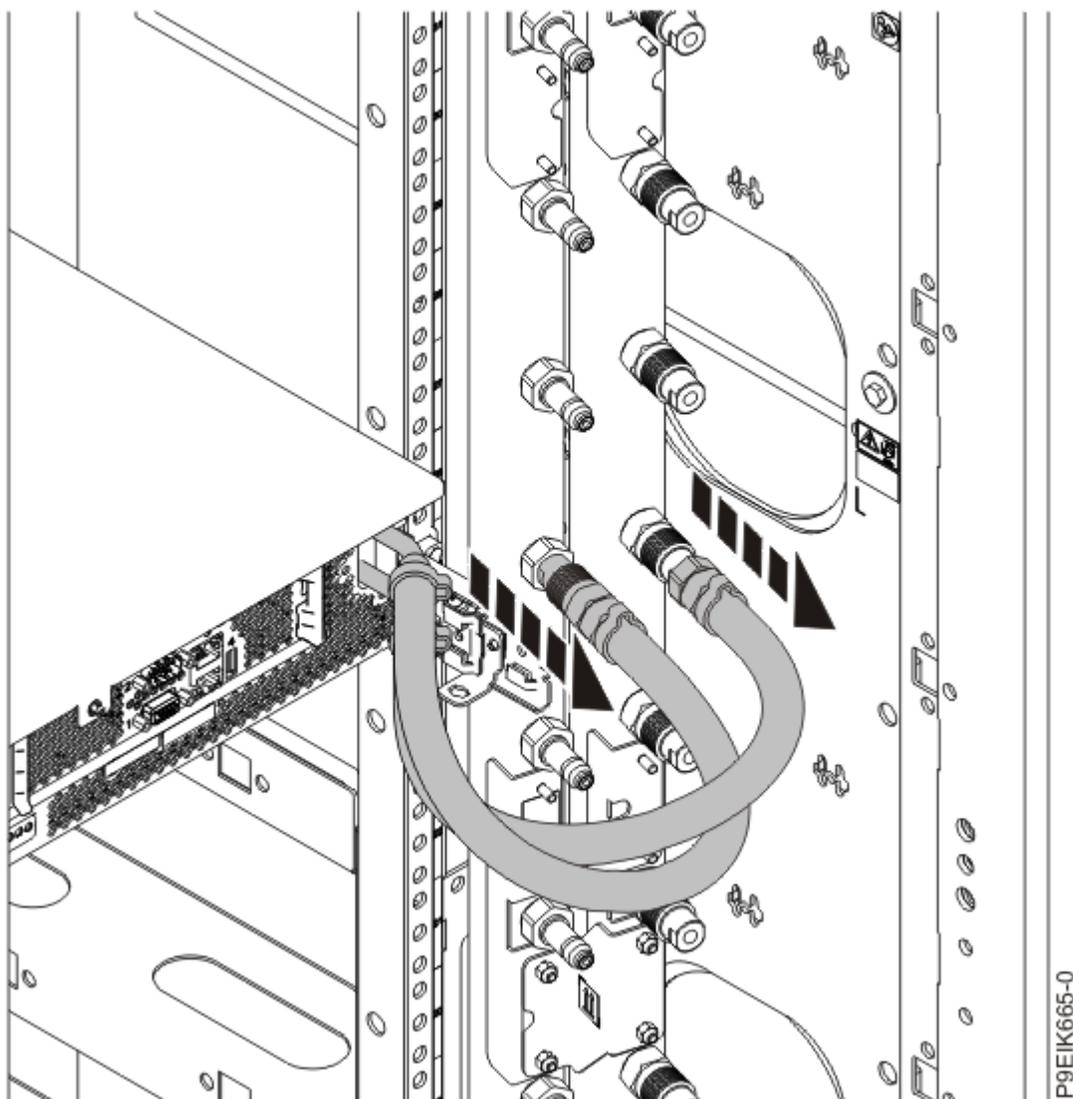

Figure 65. Débranchement des conduites d'eau
2. Dans le cas d'un système à refroidissement par eau, étiquetez et débranchez les conduites d'eau du collecteur. Tirez le raccord vers vous pour débrancher chaque conduite d'eau (voir Figure 65, à la page 108).